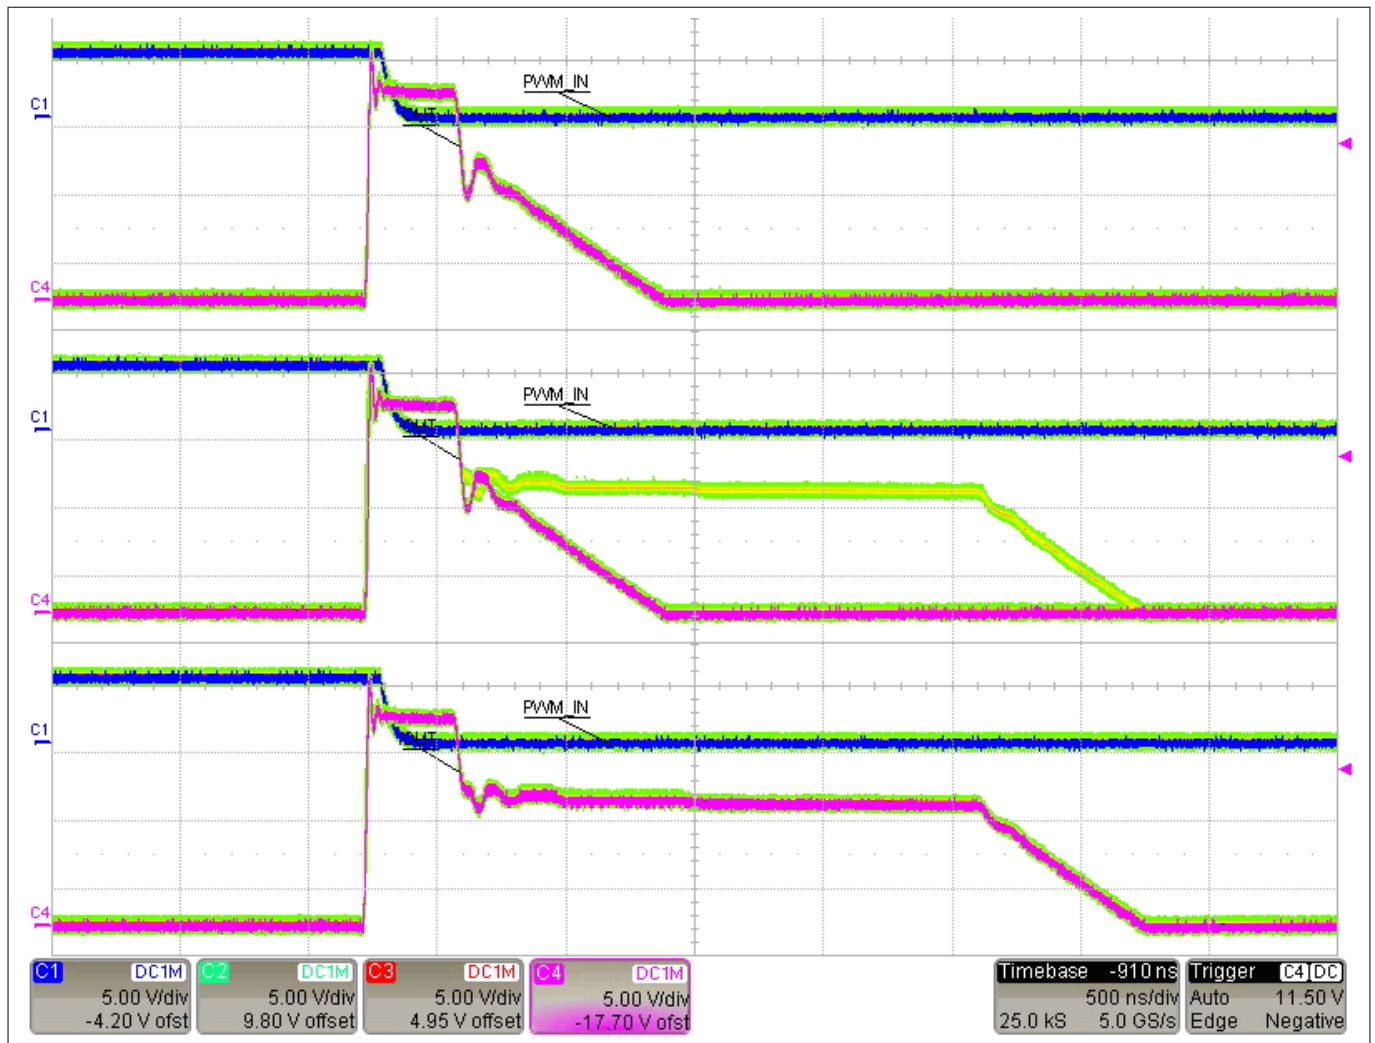

図 4 最小のゲート負荷での 2 レベルターンオフ短パルス動作の組み合わせ画像
- ランプ B ターンオフを伴う短いターンオン ( $t_{TLTOFF} + t_{RISE,load} < t_{ONpulse} < t_{TLTOFF} + t_{RISE,load} + t_{CLFILT,x}$ )、図 4 を参照: 上部の波形
- ランプ B のターンオフと完全な TLTOFF シーケンス ( $t_{TLTOFF} + t_{RISE,load} + t_{CLFILT,x} < t_{ONpulse} < t_{ON,min}$ ) の間のジッタ、図 4 を参照: 中央の波形、および
- 完全な TLTOFF シーケンス ( $t_{ONpulse} > t_{ON,min}$ )、図 4 を参照: 下部の波形